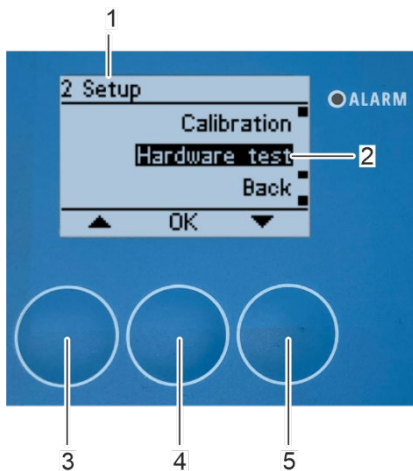

Abbildung 139: Öffnen Untermenü „Test der Hardware“
1. Wählen Sie das Untermenü „Test der Hardware“ (Abbildung 139/2) mit den Pfeiltasten [nach oben] (Abbildung 139/3) und [nach unten] (Abbildung 139/5) im Untermenü „2 Einstellungen“.
2. Bestätigen Sie die Auswahl mit [OK] (Abbildung 139/4).